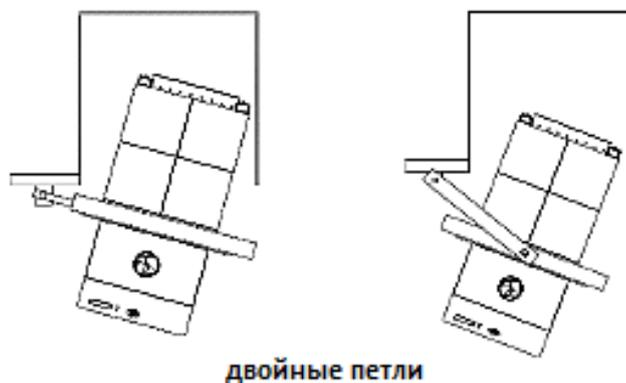

Рисунок 4. Положение петель и раствор дверцы котла
- Конструкция котла должна обеспечивать открытие двери котла с горелкой и удаление золы из топки. Если дверь котла слишком узкая для ее открытия вместе с горелкой, то должны быть установлены дополнительные петли (Рисунок 4).